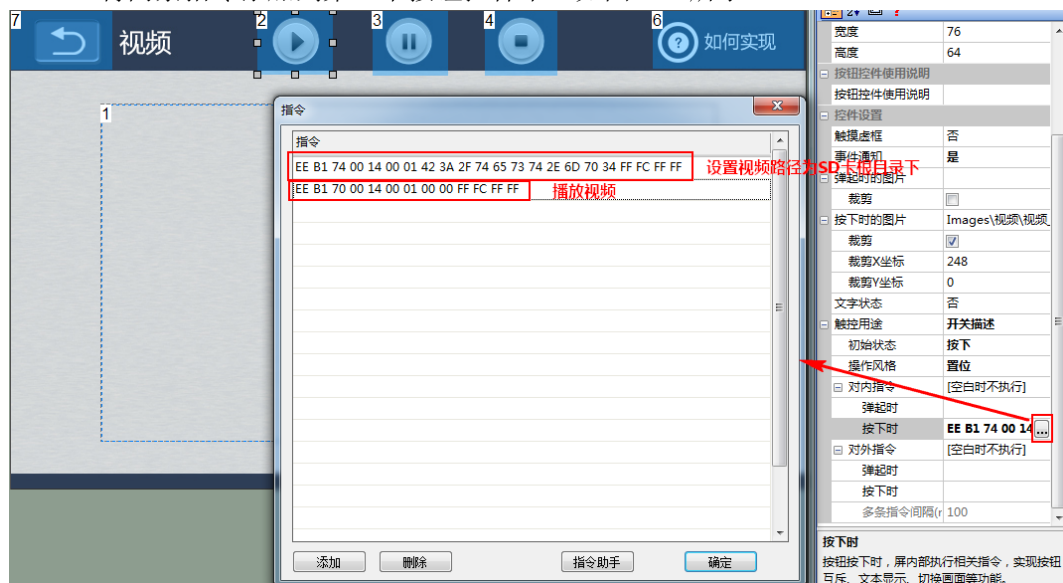

图 6-3 添加指令
3. 将两条指令添加到第一个按钮控件中。如图 6-3 所示：